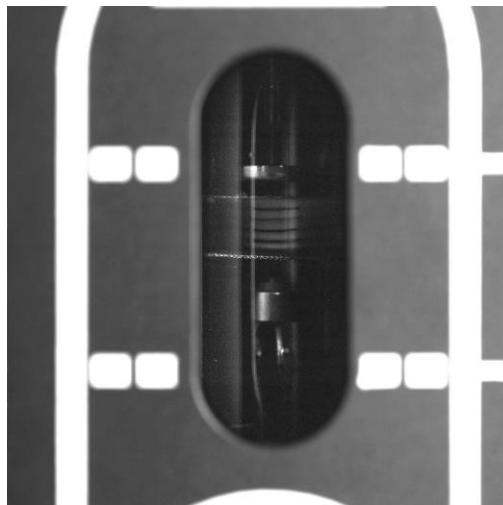

Abb. 3: Franck-Hertz-Betriebsgerät mit Ne-Röhre:
B) Mit dem Tastschalter (2) und Drehknopf (13) die Parameter entsprechend des der Röhren beiliegenden Testreports einstellen.
C) Mit dem Tastschalter (3) "Manuell" einstellen. Mit dem Tastschalter (5) die Messung starten. Ein typisches Bild der Leuchtschichten bei Ne-Rohr ist in Abb. 3 zu sehen. Die sichtbaren Leuchtschichten (Wellenlänge beträgt ca. 640 nm und entspricht etwa 2 eV) entstehen, wenn die durch Elektronenstöße angeregten Ne-Atome aus den 3p-Zuständen (ca. 19 eV) über die 3s-Zustände (ca. 17 eV) wieder in den Grundzustand übergehen.